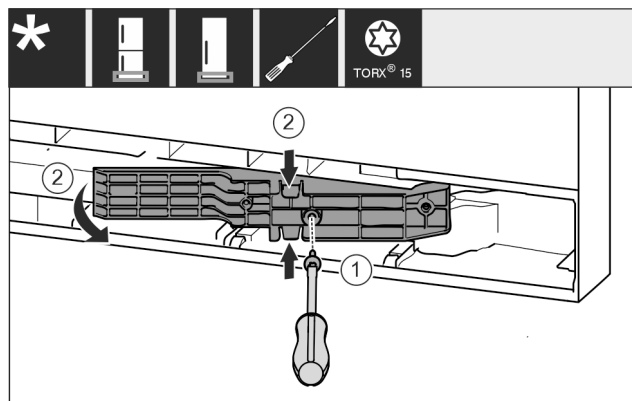

Fig. 18 *
- Lironi vidat me një kaçavidë T15. Fig. 18 (1)*
- Tërhiqni jashtë pjesën përshatëse. Fig. 18 (2)*